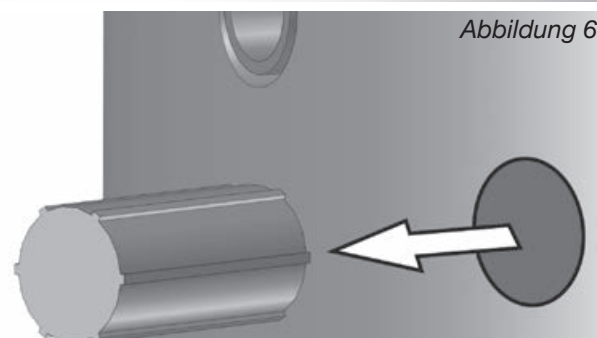

Abbildung 6
3. Ziehen Sie den (bereits werksseitig ausgeschnittenen) Isolierungszylinder aus der Speicherisolierung heraus (Abbildung 6).